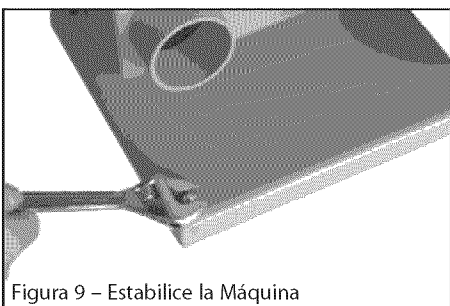

Figura 9 – Estabilice la Máquina
- Para garantizar una suficiente estabilidad vertical de la máquina, debe anclarse ésta con pernos en el piso, un banco de trabajo o una mesa de trabajo. Para este propósito, se incluyen agujeros de 6 mm en la base de la máquina. No incluye los herrajes de montaje (véase la Figura 9).